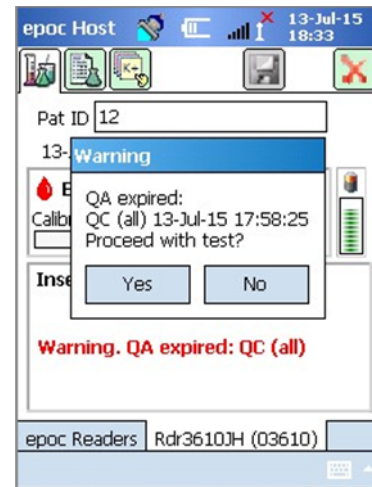

Figure 55
- Lorsque l'utilisateur insère une Carte-test, un message contextuel apparaît, invitant l'utilisateur à confirmer l'exécution du test (Figure 55).